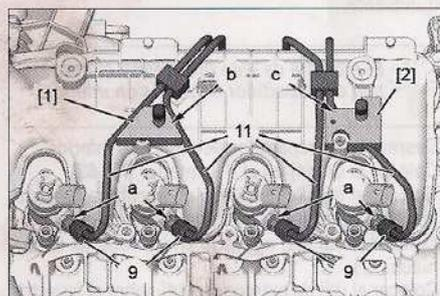

FIG. 66
- Montar los inyectores. Pre-apretar las tuercas (12) a:
- Colocar los útiles [1] y [2] (Fig.66).